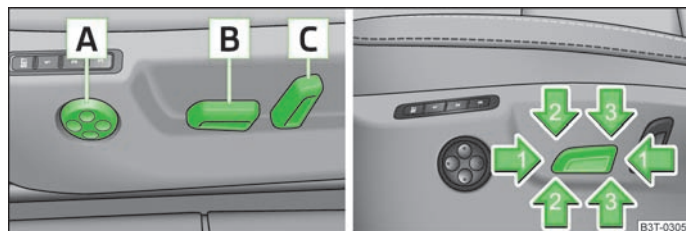

Fig. 55 Elemente de comandă pentru reglarea electrică a scaunelor
- > Apăsați comutatorul **B** » fig. 55 în față, respectiv în spate, în sensul săgeții 1.